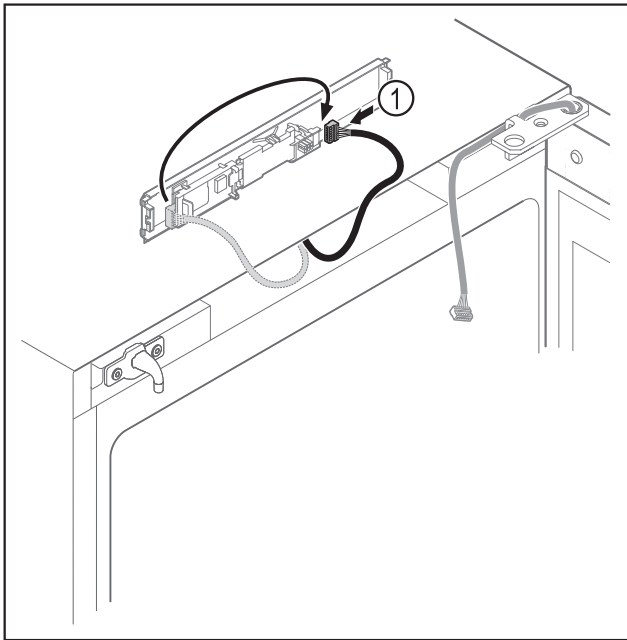

Fig. 19
- ▶ Μεταφέρετε το φικς Fig. 19 (1) στην πλακέτα.